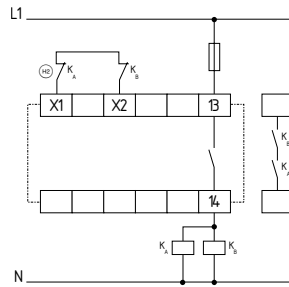

Abb. 7
**Zweikanalige Ansteuerung mit Rückführkreis (siehe Abb. 7)**